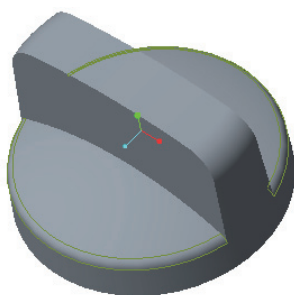

图 12-14 倒圆角 2 操作的效果
- 4) 在“倒圆角”选项卡中单击 (完成) 按钮, 得到的倒圆角效果如图 12-14 所示。